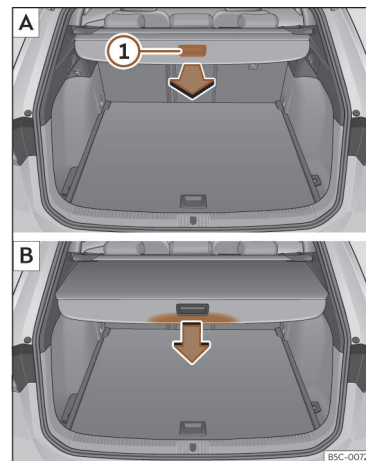

Fig. 175 Na bagageira: desenrolar e enrolar a chapeleira.
- Puxe uniformemente a chapeleira pela pega >>> **Fig. 175 ①** para trás e retire-a até ao limite até ouvir o som de encaixe.
- Pressione a pega da chapeleira no sentido da seta até desbloqueá-la >>> **Fig. 175 ②**.